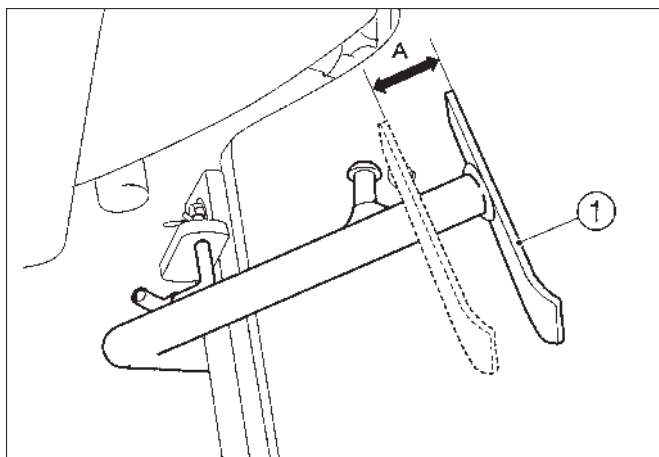

Fig. 98
FIG. 98 & 99: Contrôlez régulièrement la garde d'embrayage et réglez-la si nécessaire. La garde d'embrayage correcte A est de 20 à 30 mm (7/8") en mesurant à l'arrière de la pédale (1) comme illustré.